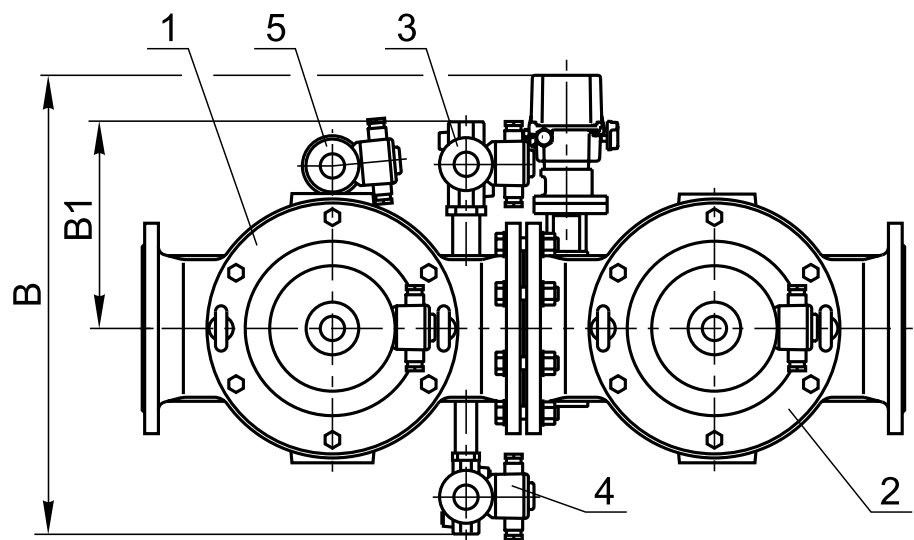

Рис. 23-46
Клапан свечи безопасности может располагаться справа по ходу газа (рис. 23-45) или слева (рис. 23-46).
** Для левого исполнения блоков (рис. 23-46).